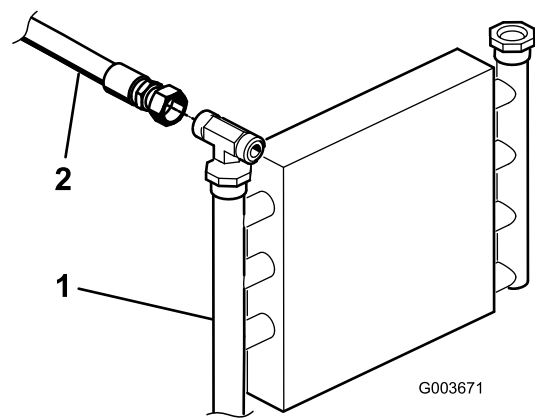

Bild 4
1. Suchen Sie den Hydraulikschlauch, der vom Ölkühler zum vorhandenen Hubventil führt (Bild 4).
3. Trennen und entfernen Sie den Hydraulikschlauch vom Ölkühler und dem Hubventil (Bild 4 und Bild 6).